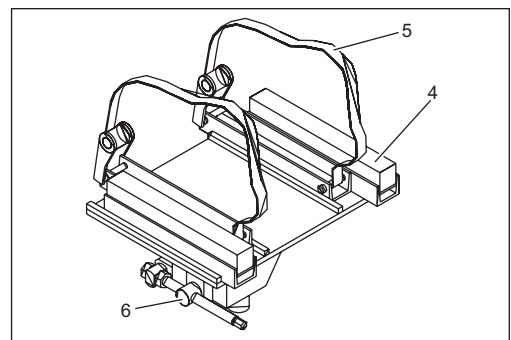

Рис. 7:
- ослабьте винтовые зажимы (Рис.7/4) ползунков